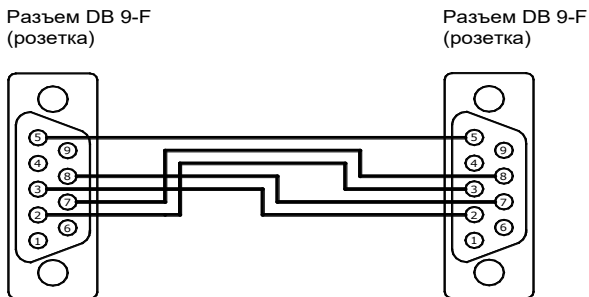

Рисунок 7.5 Нуль - модемный кабель RS-232C
7.6.2 В случае, когда теплосчетчики поставляются с установленным переходным кабелем (см. карту заказа, Приложение А), для считывания данных по интерфейсу RS-232C в ПК необходимо подключить к переходному кабелю, изображенному на рис. 7.4, нуль-модемный кабель (см. рис. 7.5).